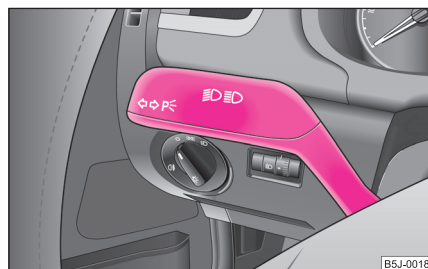

Fig. 36 Manette des clignotants et des feux de route
- Pour allumer les feux de route, poussez la manette à cet effet vers l'avant ⇒ page 48, fig. 36.
- Poussez la manette vers le bas ou vers le haut ⇒ fig. 36.